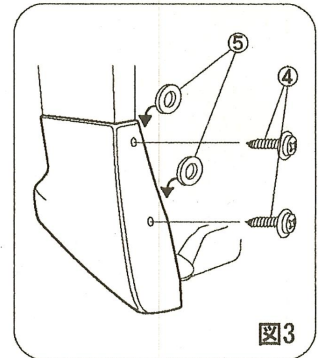

図3
- ①製品本体をフロントバンパーにかぶせ、マーキング位置に合わせる。
- ①製品本体を浮かせ離型紙を引っ張りながら徐々に剥がしつつ、中央部からタイヤ側に向かって押し当てながら浮きの無いように貼り付ける。
- ①製品本体の穴位置よりフロントバンパーにケガキ針で印をつけ、①製品本体とフロントバンパーの間に⑤ゴムワッシャーを入れ④タッピングスクリューで締付ける。〈左右4ヶ所〉(図3参照)
- ①製品本体と②ロワーブラケットを③M6トラスボルトで取り付ける。